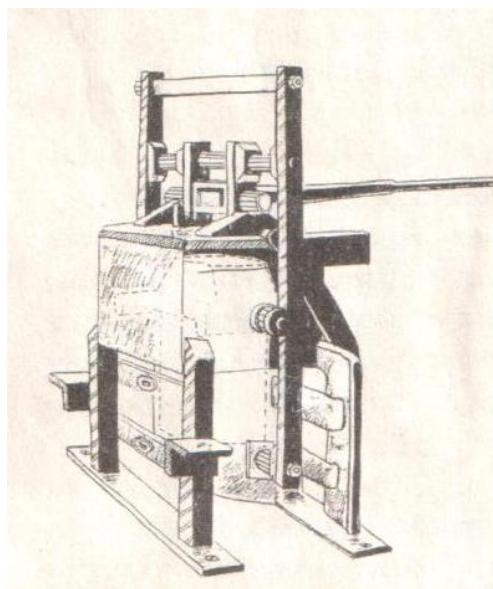

Figura 5. Ilustração da prensa manual modelo Cinva-Ram, utilizada para produção de tijolos solo-cimento.
- Transferir, imediatamente, a mistura para o molde e executar a prensagem (Figura 5).